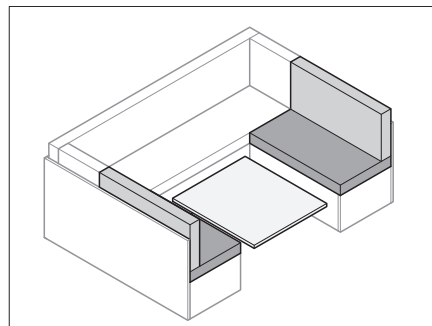

Fig. 70 Trasformare il tavolo
- Trasformare il tavolo (Fig. 70) in struttura di supporto letto (vedi paragrafo 7.7).